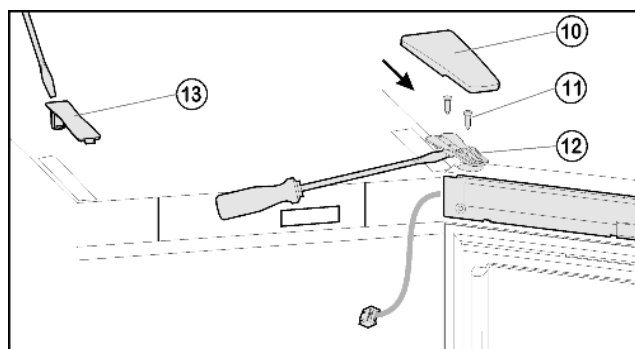
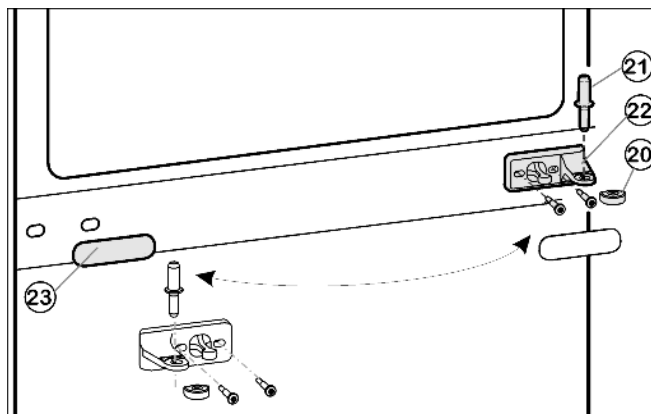
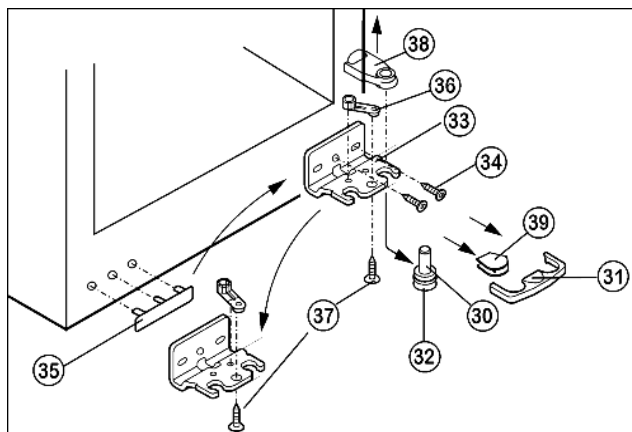

Fig. 5
Fig. 6
Fig. 7
- ▶ Вытяните крышку Fig. 5 (10) вперед и снимите крышку Fig. 5 (13).
- ▶ Отпустите винты Fig. 5 (11).
- ▶ Снимите дверцу вместе с опорным кронштейном Fig. 5 (12) и кабелем вверх. Для снятия, возможно, понадобится осторожно подцепить опорный кронштейн снизу шлицевой отверткой.
- ▶ Вытащите из опорного кронштейна и нижней дверцы средний опорный палец Fig. 6 (21).
- ▶ Пластмассовый колпачок Fig. 6 (20) снимите.
- ▶ Снимите средний опорный кронштейн Fig. 6 (22).
- ▶ Осторожно снимите накладку Fig. 6 (23).
- ▶ Открутите средний опорный кронштейн Fig. 6 (22) и прикрутите его с поворотом на 180° на новую сторону шарнира.
- ▶ Снова защелкните накладку Fig. 6 (23) на стороне, где теперь будет ручка.
- ▶ Нижнюю крышку Fig. 7 (31) снимите движением вперед.
- ▶ Нижнюю крышку Fig. 7 (39) снимите.*
- ▶ Снимите крышку Fig. 7 (38) вверх.*
- ▶ Полностью вверните регулируемую опору Fig. 7 (32).
- ▶ Вытяните опорный палец Fig. 7 (32) вниз и вперед. При этом следите за гнездом шарнира Fig. 7 (30).
- ▶ Открутите опорный кронштейн Fig. 7 (33) (2 шт. Torx 25) Fig. 7 (34).
- ▶ Открутите опорную деталь Fig. 7 (36) (1 Torx 25) Fig. 7 (37) и, переставив в отверстие на противоположной стороне опорного кронштейна, снова прикрутите.
- ▶ Осторожно приподнимите и переставьте крышку Fig. 7 (35) со стороны ручки.
- ▶ Снова прикрутите опорный кронштейн Fig. 7 (33) на новой стороне шарнира, при необходимости с помощью аккумуляторного шуруповерта через внешний продольный паз и круглое отверстие.
- ▶ Снова слегка наклоните устройство назад и переставьте опорный палец Fig. 7 (32).
- ▶ Установите дверь сверху на опорный палец Fig. 7 (32).
- ▶ Вставьте средний опорный палец Fig. 6 (21) через средний опорный кронштейн Fig. 6 (22) в нижнюю дверцу.
- ▶ Установите пластмассовый колпачок Fig. 6 (20).
- Установите верхнюю дверцу на средний опорный палец Fig. 6 (21), закройте дверцу и установите верхний опорный кронштейн Fig. 5 (12) так, чтобы он защелкнулся в верхней стороне устройства.
- Прикрутите опорный кронштейн Fig. 5 (12). При необходимости просверлите отверстия или используйте аккумуляторную отвертку.
- Защёлкните крышку Fig. 5 (10) и крышку Fig. 5 (13).
- При необходимости выравнивайте дверцы через два продольных паза в нижнем опорном кронштейне Fig. 7 (33) и среднем опорном кронштейне Fig. 6 (22) параллельно корпусу устройства, затем затяните винты.
- Снова защелкните крышку Fig. 7 (31) на опорном кронштейне снизу.